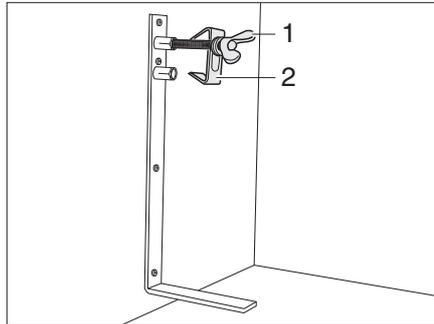

Fig. 162 Etrier de roue de secours
- Desserrer la vis (Fig. 162,1) et l'enlever avec le centrage (Fig. 162,2).